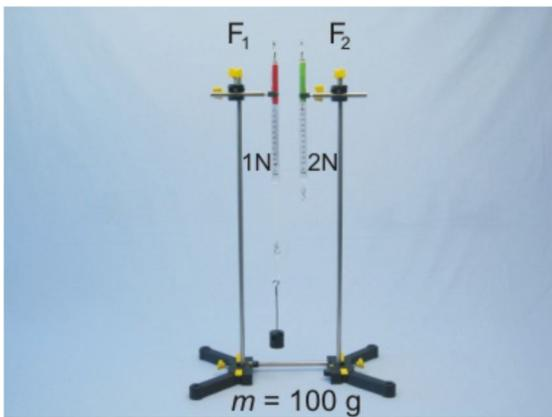

Fig. 12
- Appendi il supporto per pesi all'anello inferiore dei due pezzi di filo da pesca e posiziona le masse su di esso fino che la massa totale è $m = 100$ g. Il pezzo più lungo attaccato al dinamometro da 2 N non deve essere teso (Fig. 12).